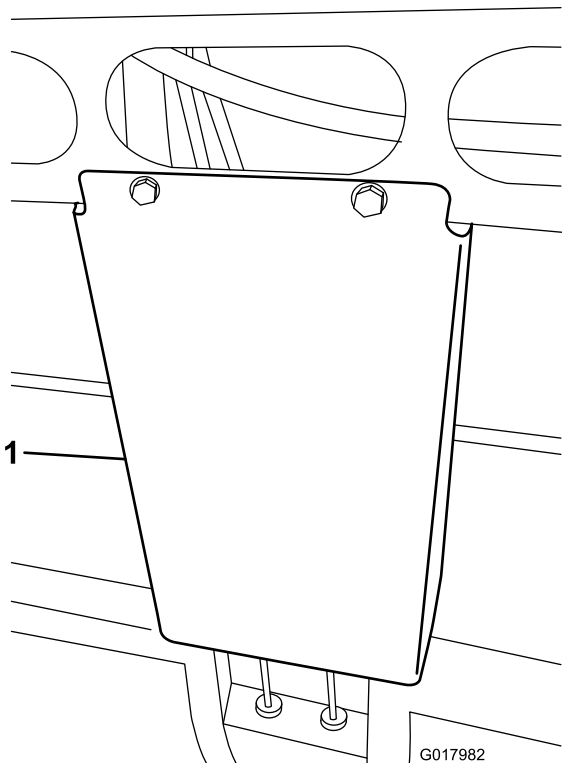

Figura 1
5. Rimuovete la protezione che copre i tubi idraulici sotto la parte centrale anteriore del veicolo (Figura 1).